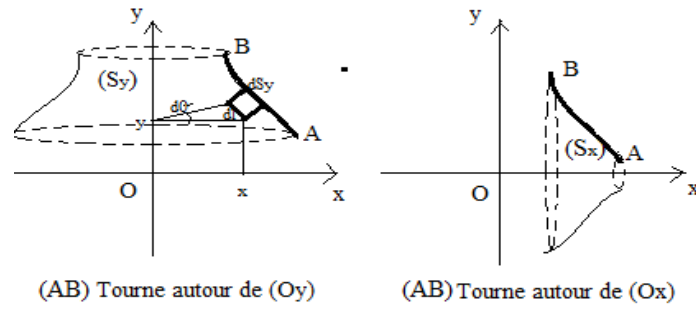

Figure III.11
Soit (AB) une courbe homogène de longueur (l) et de masse  $m_s$ , est située dans un plan (O, x, y) et ne coupe pas les axes (Ox, Oy) Figure III.11. La rotation de (AB) autour de l'axe (Oy) engendre une surface ( $S_y$ ) et la rotation de (AB) autour de l'axe (Ox) engendre une surface ( $S_x$ ).